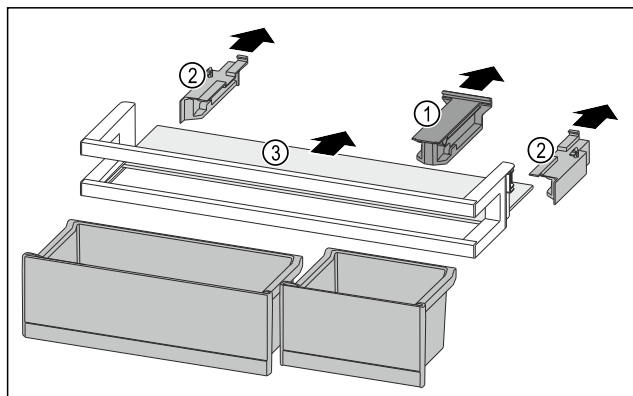

Fig. 275
- Vedä kiinnitysosa Fig. 275 (1) irti.
- Vedä sivuosat Fig. 275 (2) irti.
- Ota säilytyshylly Fig. 275 (3) pois.